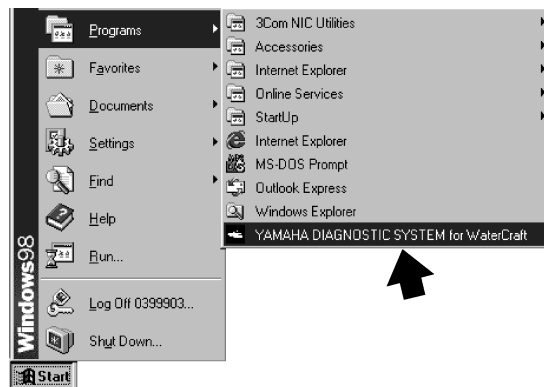

Fig. 10
2. From the taskbar at the bottom of your computer screen, click the **Start** button (fig. 10), point to **Programs**, and then click **YAMAHA DIAGNOSTIC SYSTEM for WaterCraft** to open the Yamaha Diagnostic System window. (Fig. 11)
2. Dans la barre des tâches en bas de l'écran, cliquer sur le bouton **Start** (Fig. 10), pointer **Programs**, puis cliquer sur **YAMAHA DIAGNOSTIC SYSTEM for Water-Craft** pour ouvrir la fenêtre du système de diagnostic Yamaha (Fig. 11).
2. Klicken Sie in der Task-Leiste unten an Ihrem Computer-Bildschirm auf **Start** (Abb.10), wählen Sie **Programs** und klicken Sie dann auf **YAMAHA DIAGNOSTIC SYSTEM for Water-Craft**, um das Fenster für das Yamaha Diagnosesystem zu öffnen. (Abb. 11)
2. En la barra de tareas de la parte inferior de la pantalla del ordenador, haga clic en el botón **Start** (Fig. 10), señale **Programs** y haga clic en **YAMAHA DIAGNOSTIC SYSTEM for Water-Craft** para abrir la ventana del sistema de diagnóstico Yamaha. (Fig. 11)